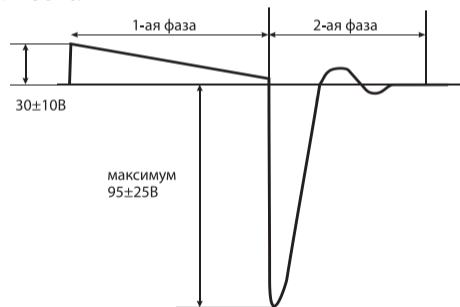

Рис.6. Форма и параметры импульса
13.2.1. В электростимуляторе «АВР-051» применяются две автоматические Программы №1 и №2, каждая из которых состоит из последовательных серий импульсов (Рис.6), отличающихся между собой по частоте, интервалам времени стимуляции и амплитуде воздействия, что делает электростимулятор эффективным в использовании.